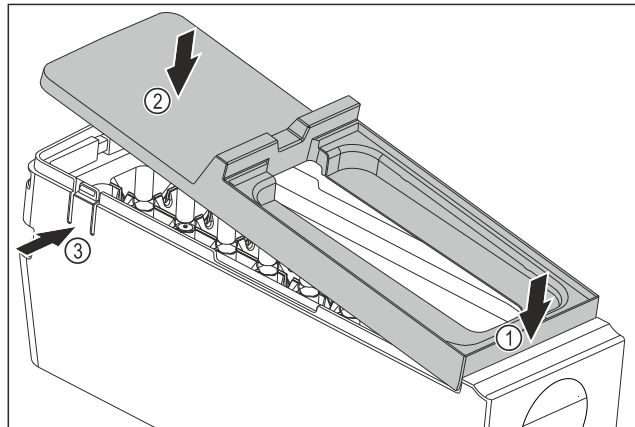

Fig. 133
- ▶ Abdeckung des EasyTwist-Ice-Körpers montieren: Abdeckung vorne ansetzen. Fig. 133 (1)
- ▶ Abdeckung hinten absenken. Fig. 133 (2)
- ▷ Abdeckung rastet hörbar in beiden Laschen Fig. 133 (3) ein.